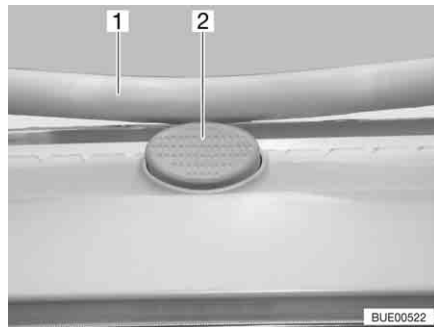

Fig. 53 Bouton de sûreté sur le lanterneau Heki
- Appuyer sur le bouton de sûreté (Fig. 53,2) et tirer l'étrier (Fig. 53,1) vers le bas avec les deux mains.
- Pousser l'étrier vers le haut avec les deux mains jusqu'à ce que ce dernier se trouve au-dessus du bouton de sûreté (Fig. 53,2).